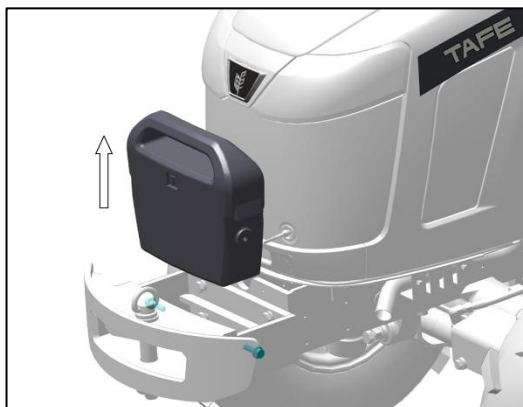

Fig. 114 - RETRAIT DES MASSES AVANT
- Retrait des masses avant : voir fig. 114.